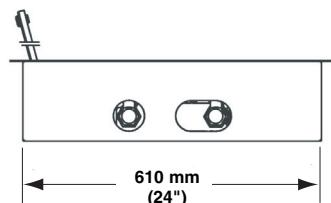

Figure 3
- Pratiquer une ouverture initiale de 63 cm L x 72 cm H (24,5" x 28,5") dans le mur, pour y fixer le cabinet (voir Figure 3).
- Mesurer et marquer l'emplacement des trous pour le montage, selon les dimensions indiquées à la Figure 3. Si nécessaire, installer quatre ancrages muraux de 1/4" (fournis par l'installateur).